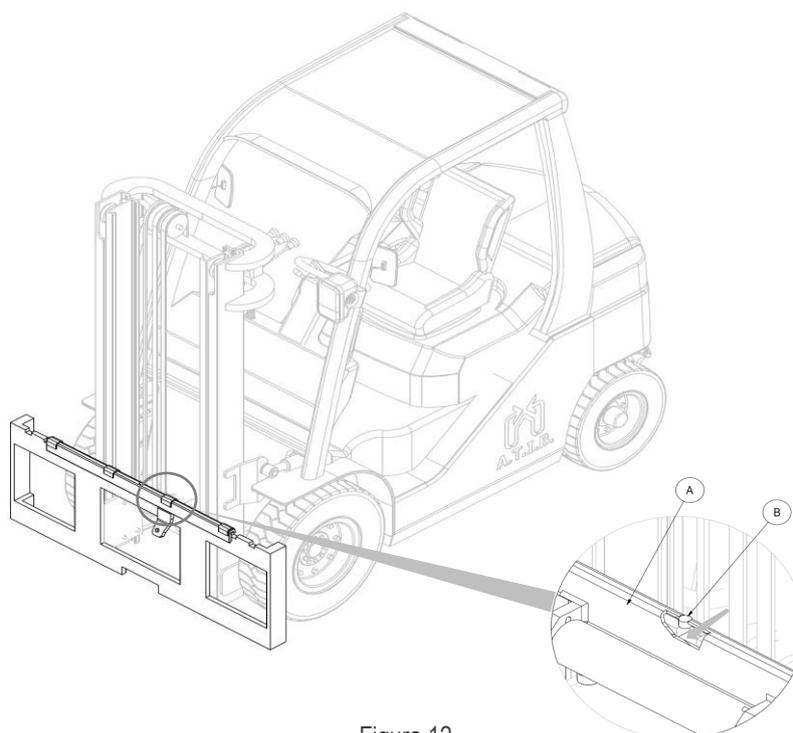

Figura 12
5. Tomar manualmente el doble gancho **A** (con el correspondiente cilindro) y posicionarlo sobre el perfil superior de la placa porta horquillas, cuidando de encajar el pivote de centrado **B** en la muesca central del mismo. (mira *Figura 12*).